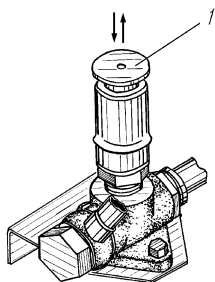

Рис. 11. Насос ручной подкачки топлива:
**Насос ручной подкачки топлива** предназначен для заполнения системы питания топливом и удаления из нее воздуха, установлен на кронштейне правого лонжерона рамы перед топливным баком. Для подачи топлива в насос высокого давления при неработающем двигателе (после длительной стоянки и демонтаже топливопроводов в системе питания) отвернуть ручку 1 (рис. 11) против часовой стрелки до освобождения ее из фиксиро-